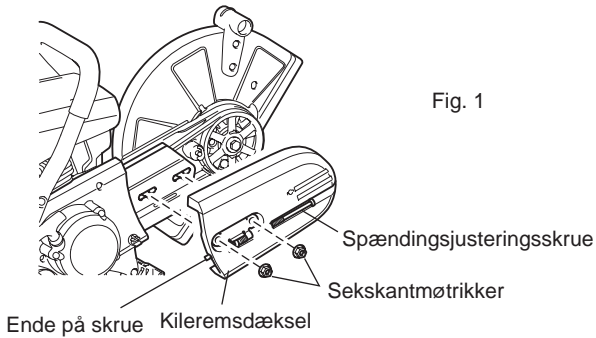

Fig. 1
- (1) Løsn spændemøtrikken og drej spændingsjusteringsskruen til venstre indtil skruens ende er synlig. (Fig. 1)
- (2) Skru spændemøtrikkerne af og fjern kileremsdækslet. (Fig. 1)
- (3) Drej skærmen til positionen med stiplede linje. Fjern kileremmen og fjern derefter skæreværktøjet fra skæremaskinen.